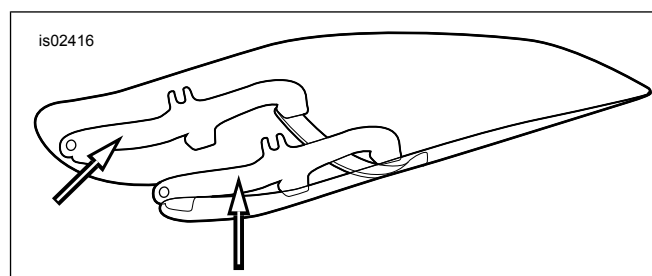

Figure 1. Mga Mounting Bracket sa Windshield
1. Tingnan ang Figure 1. Ilagay ang windshield sub-assembly at ilapag nang nakadapa sa isang malinis at malambot na ibabaw, kung saan ang mga pangmount na bracket ay nakaharap pataas.